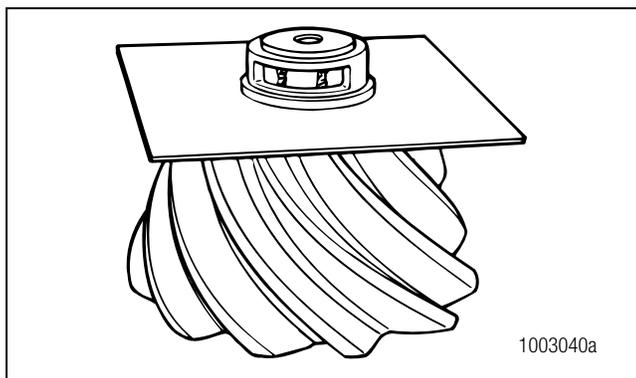

Figure 5.9
- Placer l'écran thermique sur le nez de pignon de façon à pouvoir surveiller les filets de liquide indicateur de température par la fenêtre de l'écran. Figure 5.9.